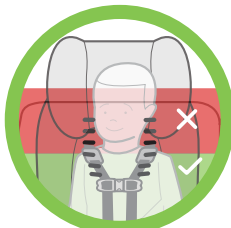

Figure 30
**Orientation vers l'arrière :** Choisissez les fentes des sangles du harnais au même niveau ou juste en dessous – et le plus près possible – des épaules de l'enfant, tel qu'illustré dans la **Figure 30**